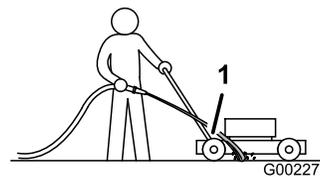

Bild 19
3. Halten Sie den Wasserschlauch auf Holmhöhe und richten Sie den Wasserstrahl unmittelbar vor dem rechten Hinterrad auf den Boden (Bild 19).